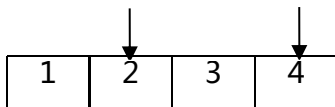

图4
- a. 钢丝绳应绕在大筒上整齐排列, 在两个导轮间正确穿过(见图 4)